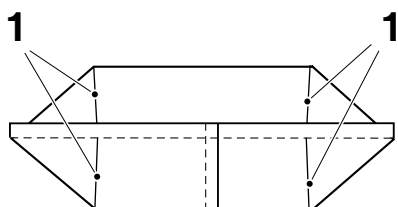

Рис.1
- биги расположены друг против друга (рис. 1)